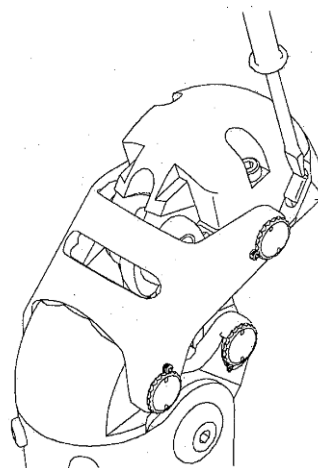

Abb. 11 :
a) Extensionsanschlag aus Gummi (Abb. 11)